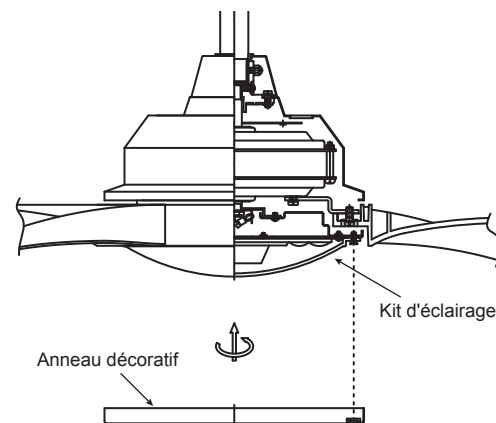

Fig. 18
Étape 4. Positionnez les crans dans l'anneau décoratif de sorte qu'ils correspondent aux languettes sur le kit d'éclairage à LED. Soulevez soigneusement l'anneau décoratif à l'intérieur du kit d'éclairage et sécurisez-le au ventilateur en tournant l'anneau décoratif dans le sens horaire jusqu'à ce qu'il soit bien serré. NE PAS SERRER AVEC EXCÈS. (Fig. 18)